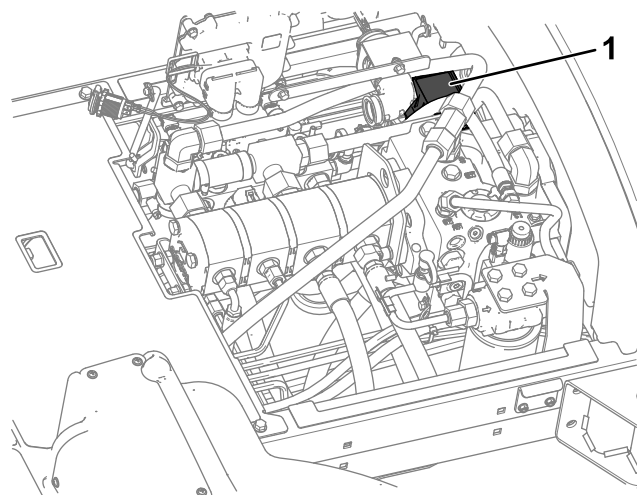

Figura 135
3. Înlocuii sigurana deschisă (Figura 135) cu același tip de sigurană, având același amperaj.